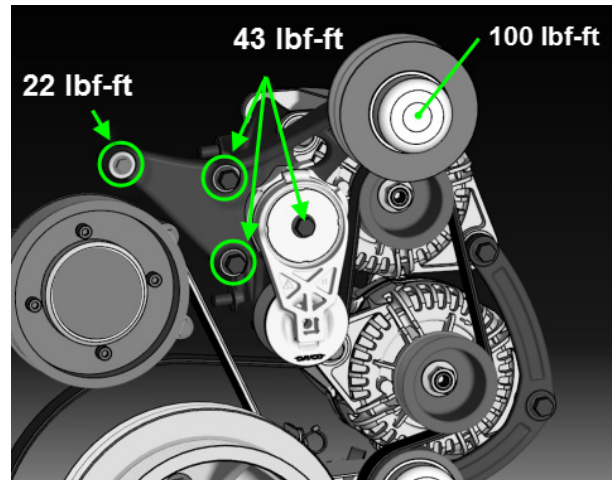

FIGURE 32
20. Réinstaller le support de la poulie folle (FIGURE 32). Appliquer du Loctite 243 sur les filets. Réinstaller les courroies du compresseur A/C.